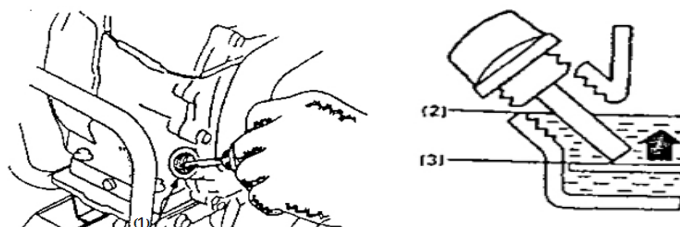

Рис.2
- Открутите крышку маслозаливного отверстия и тщательно вытрите встроенный в неё щуп (см. рис.2).